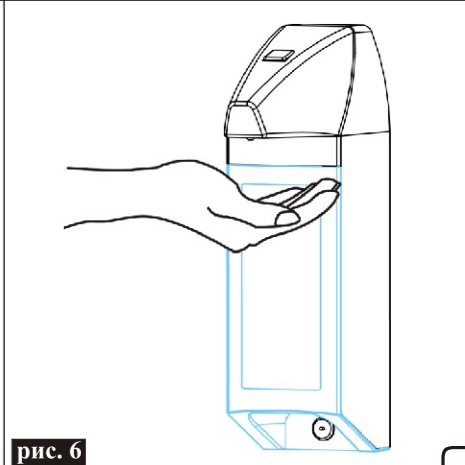

рис. 6
6. Включите дозатор поворотом зубчатого колеса-регулятора дозы (6). Установите максимальное положение подачи рабочего раствора, повернув регулятор дозы (6) по часовой стрелке до упора. Поднесите ладонь руки к сенсору дозатора (5) три-пять раз (рис. 6) для заполнения насосной системы до появления первой порции раствора из отверстия (4).